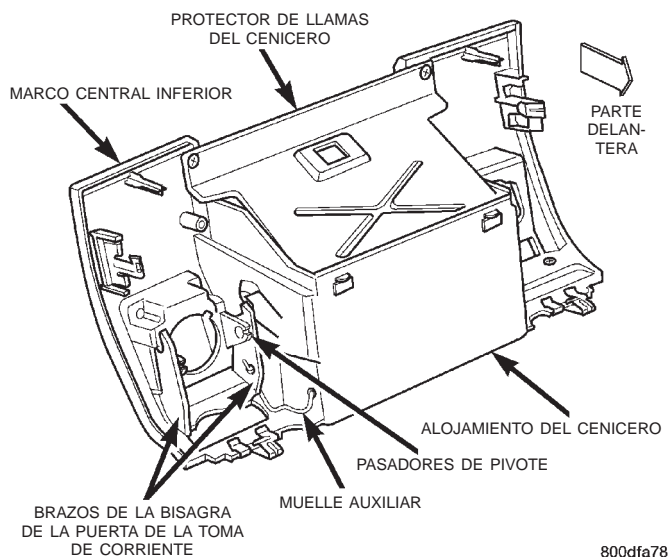

Fig. 18 Desmontaje e instalación de la puerta de la toma de corriente del tablero de instrumentos
- (1) Desconecte y aisle el cable negativo de la batería.
- (2) Retire el marco central inferior del tablero de instrumentos. Para informarse sobre los procedimientos, consulte **Marco central inferior del tablero de instrumentos** en la sección Desmontaje e instalación de este grupo.
- (3) Con la puerta de la toma de corriente en posición abierta, extienda con cuidado los brazos de la bisagra de esta puerta lo suficiente como para desenganchar los pasadores de pivote de los pivotes situados en el lateral posterior del marco central inferior (Fig. 18).